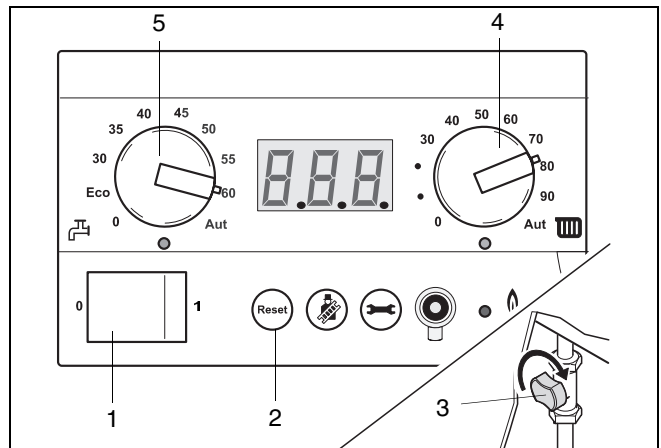

Fig. 6 BC 10 - Visualizzazione della pressione, rubinetto del gas
- Portare l'interruttore di accensione/ spegnimento (fig. 6, pos. 1) nella posizione "1".
- Impostare la temperatura massima dell'acqua di riscaldamento utilizzando la manopola di regolazione (fig. 6, pos. 4) e facendo riferimento ai valori riportati in tabella 1.
- Impostare la temperatura dell'acqua sanitaria dei modelli Logamax plus GB132-24K o la temperatura di mantenimento dell'acqua nell'accumulatore esterno per i modelli Logamax plus GB132-24 utilizzando la manopola di regolazione (fig. 6, pos. 5) e facendo riferimento ai valori riportati in tabella 2.
- Aprire il rubinetto del gas: la posizione di apertura si ottiene orientando la manopola del gas in posizione parallela a quella del tubo del gas (fig. 6, pos. 3)
- Premere il tasto di reset (fig. 6, pos. 2).